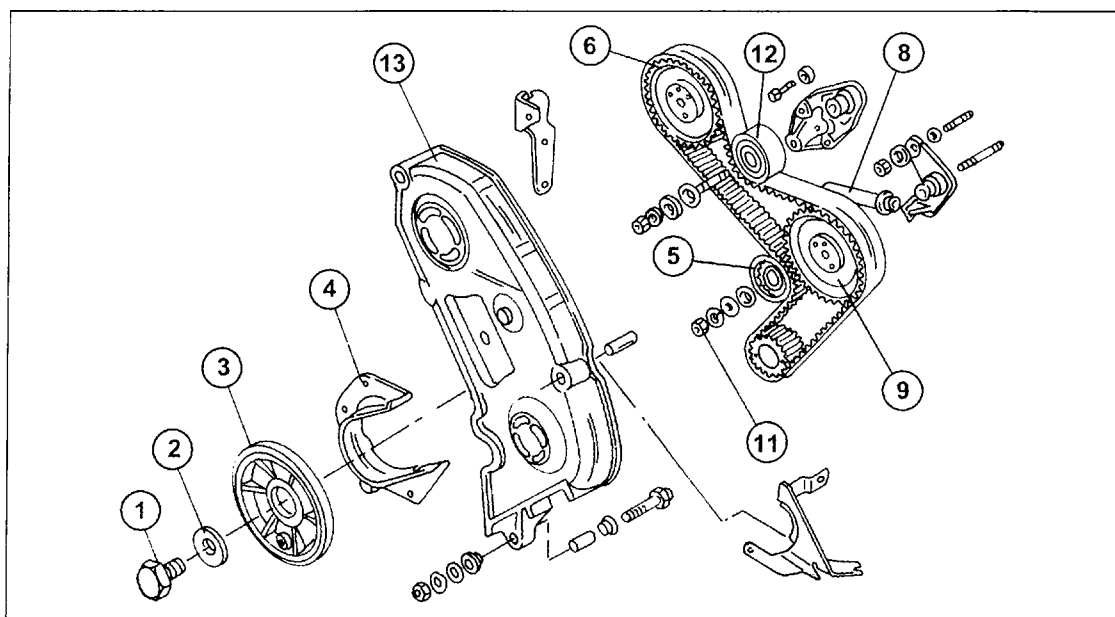

Bild 110
Beim Erneuern des Zahnriemens muss man den Angaben Schritt für Schritt folgen, um die Steuerung einwandfrei einzustellen. Die Kolben können gegen die Ventile anschlagen, wenn die Steuerung nicht richtig eingestellt ist. Ebenfalls zu beachten ist der Kauf des richtigen Riemens. Bild 110 zeigt die Einzelteile der
- Das Abdeckblech (4) in Bild 110 abschrauben.
Beim Einbau des Zahnriemens den unten gegebenen Anweisungen folgen. Angegebene Zahlen beziehen sich auf Bild 110. Unbedingt den zum Motor passenden Zahnriemen einbauen. Das Gleiche trifft auf die Steuerräder zu.
Einzelheiten zum Ausbau des Zahnriemens. Die Zahlen entsprechen der Legende von Bild 110.
Beim 2.5-Liter-Motor werden das Antriebsrad der Einspritzpumpe und das Steuerrad der Kurbelwelle durch Einsetzen von Arretierbolzen in ihrer Lage gesperrt. Bolzen des entsprechenden Durchmessers muss man sich beschaffen. Beim HDi-Motor mit Hochdruckpumpe ist es nicht notwendig das Pumpenrad zu sperren. Die Zahlen entsprechen der Legende von Bild 110.